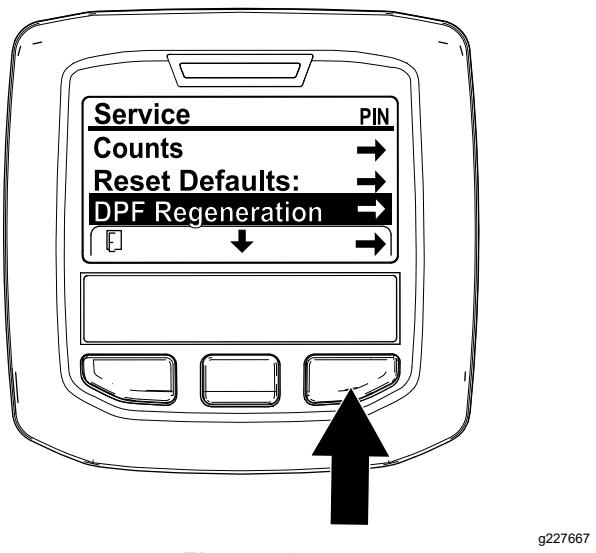

Figure 63
- Dans le menu Entretien, utilisez le bouton central pour naviguer jusqu'à l'option DPF REGENERATION (régénération du FAP) (Figure 63).
- Appuyez sur le bouton droit pour sélectionner l'option DPF Regeneration (Figure 63).